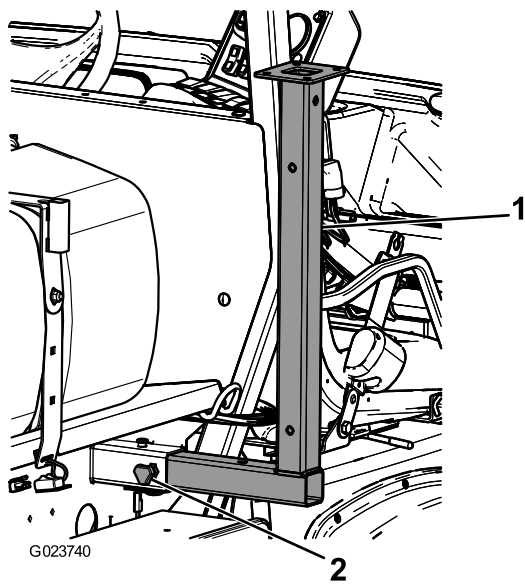

図 50
1. 車両前部のロープ掛けポイントの近くのフレーム部に、前ジャッキスタンドを逆さにして差し込む(図 50)